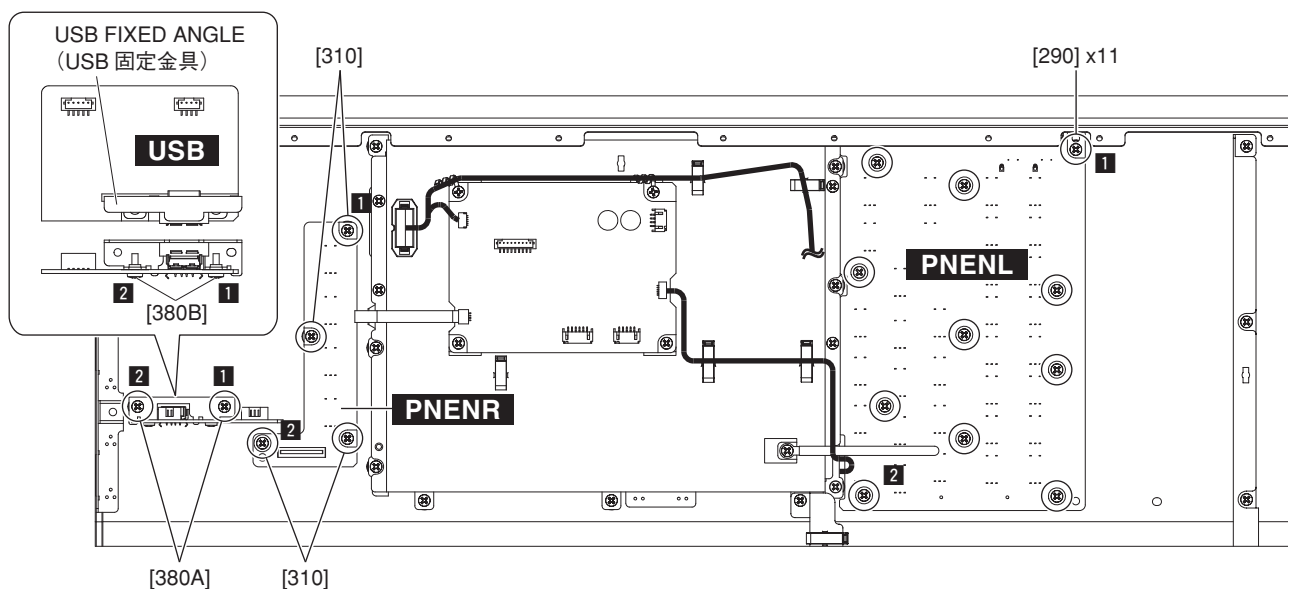

Fig. 8 (図 8)
B-3-3. Remove the four (4) screws marked [310]. The PNENR circuit board can then be removed. (Fig. 8)
* **When installing the PNENR circuit board, tighten the screws **1** and **2** shown in fig. 8 in numerical order and then tighten the other screws.**
B-3-3. [310] のネジ 4本を外して、PNENRシートを外します。(図8)
※ PNENRシートを取り付ける際は、図8に示す**1**、**2**の順にネジを締めてから他のネジを締めてください。
- B-4-3. Remove the eleven (11) screws marked [290]. The PNENL added button can then be removed. (Fig. 8)
- * **When installing the PNENL added button, tighten the screws 1 and 2 shown in fig. 8 in numerical order and then tighten the other screws.**
- B-5-2. Remove the two (2) screws marked [380A]. The USB circuit board can then be removed. (Fig. 8)
- * **When installing the USB circuit board, tighten the screws 1 and 2 shown in fig. 8 in numerical order.**
- B-5-3. Remove the two (2) screws marked [380B]. The USB circuit board and USB fixed angle can then be separated. (Fig. 8)
- * **When installing the USB fixed angle, tighten the screws 1 and 2 shown in fig. 8 in numerical order.**
- B-4-3. [290] のネジ 11 本を外して、PNENL ボタン付を外します。(図 8)
- ※ PNENL ボタン付を取り付ける際は、図 8 に示す 1、2 の順にネジを締めてから他のネジを締めてください。
- B-5-2. [380A] のネジ 2 本を外して、USB シートを外します。(図 8)
- ※ USB シートを取り付ける際は、図 8 に示す 1、2 の順にネジを締めてください。
- B-5-3. [380B] のネジ 2 本を外して、USB シートから USB 固定金具を外します。(図 8)
- ※ USB 固定金具を取り付ける際は、図 8 に示す 1、2 の順にネジを締めてください。